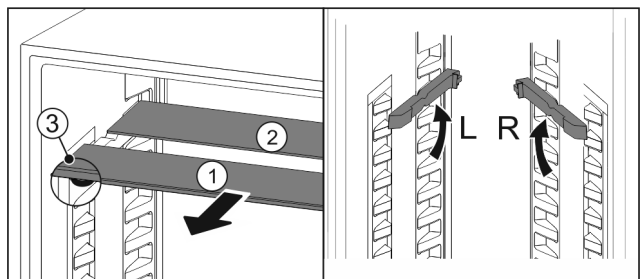

Fig. 17
- ▶ Издърпайте Fig. 17 (1) поотделно стъклените плочи напред.
- ▷ Стъклената плоча Fig. 17 (1) с декоративната лайсна е отпред.
- ▷ Ограничителите Fig. 17 (3) сочат надолу.